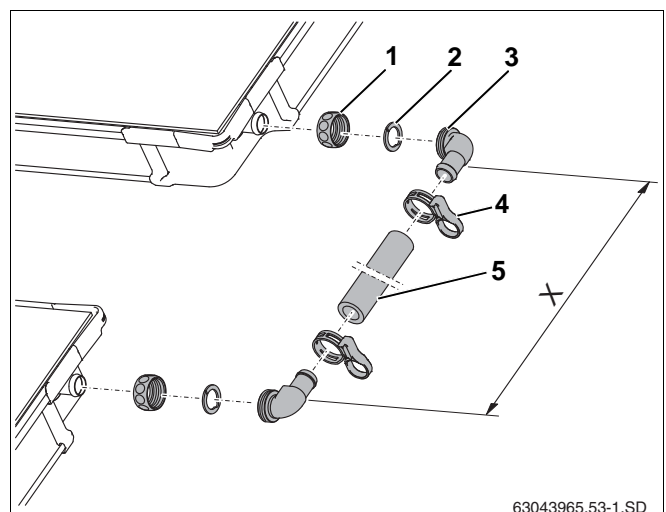

Fig. 60 Forbindelsessæt mellem to solfangerrækker
- ▶ Skub omløberne (fig. 60, **pos. 1**) over solfangertilslutningerne.
- ▶ Læg klemskiven (fig. 60, **pos. 2**) bag solfangertilslutningens kant, og tryk sammen.
- ▶ Sæt vinkeltyllen med o-ring (fig. 60, **pos. 3**) på tilslutningen, placer den rigtigt, og skru fast med omløber.
- ▶ Mål afstanden mellem vinkeltyllerne (mål X) på de monterede solfangere, og skær solvarmeslangen (fig. 60, **pos. 5**) til.
- ▶ Sæt solvarmeslangen på vinkeltyllerne, og fastgør med fjederbånd (fig. 60, **pos. 4**).